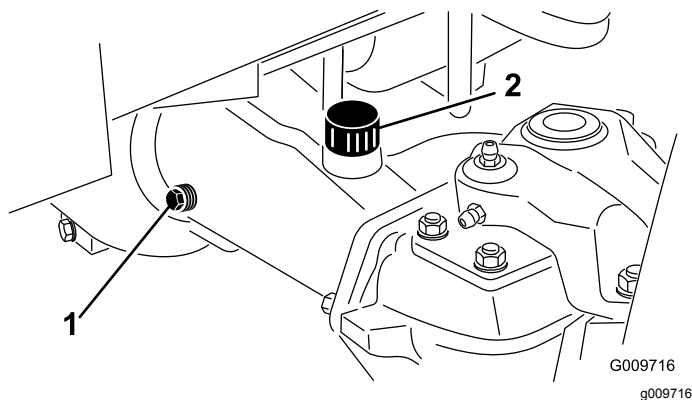

Figura 69
2. Togliete il tappo di controllo da un'estremità del ponte (Figura 69) e verificate che l'olio raggiunga la base del foro. Se il livello è basso, togliete il tappo di riempimento (Figura 69) e rabboccate con olio finché non raggiunge la base del foro del tappo di controllo.